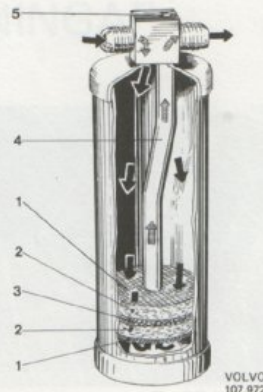

Bild 22. Torkare
Torkaren har förutom uppgiften att absorbera eventuell fukt som kan finnas i systemet, även till uppgift att lagra det flytande köldmediet innan det trycks vidare till expansionsventilen. Det fuktabsorberande medlet (3 bild 22), som köldmediet tvingas passera genom innan det når utloppet, är inlagt mellan två filterskivor (2).